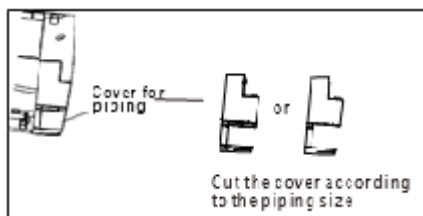

Fig. 3.3
2. Hold udtryksdækslet på plads, hvis væghullet er bag enheden. Hvis væghullet er ved siden af indendørs enheden, fjernes udtryksdækslet fra den side af enheden. (Se **Fig. 3.3**). Dette skaber en åbning, hvorfra rørene kan forlade enheden. Brug en spidstang, hvis udtryksdækslet er for svært at trykke ud ved håndkraft.